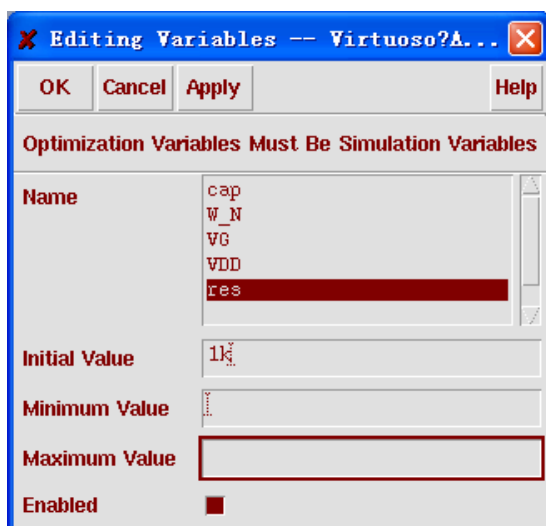

图 11.21 电阻初始值的赋值
- 2) 在 “Name” 栏中选择我们需要添加的设计变量，被选中的设计变量将被高亮显示，如图 11.21 中的 “res” 设计变量。
- 3) 在 “Initial Value” 栏中填入在优化时，该设计变量的开始值。这里初始值有一个默认值，即在 ADE 窗口中对该设计变量的赋值。如在图 11.21 中，设计变量 “res” 的初始值为 “1k”，和 “ADE” 窗口中的设置一致。